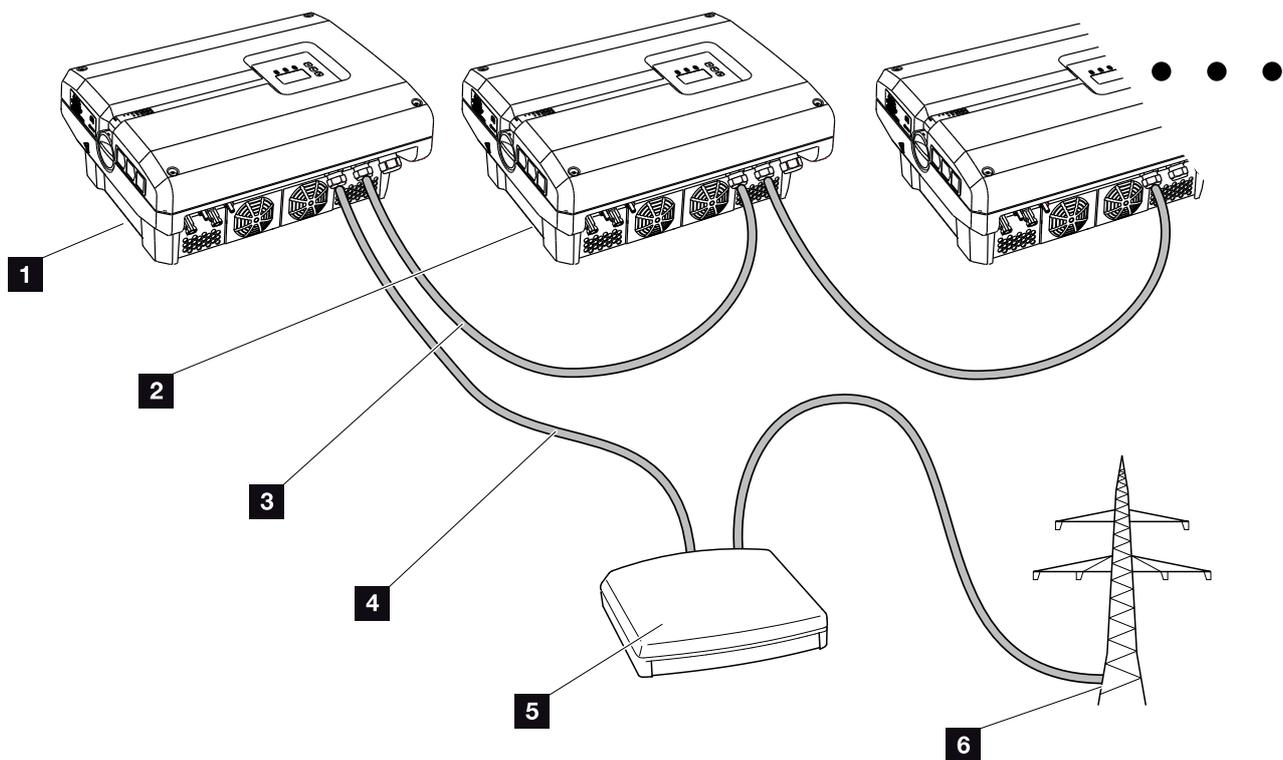

Fig. 51 : configuration du récepteur centralisé avec plusieurs onduleurs (connexion Ethernet)
🔌 **Fig. 51**
🔌 **Fig. 51 pos. 1** au niveau de la borne de raccordement de l'interface analogique (10 broches).
Le récepteur centralisé doit seulement être raccordé à l'onduleur maître. 🔌 **Fig. 51**